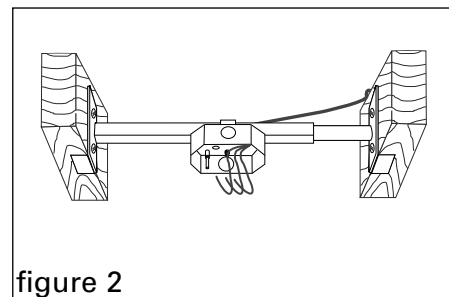

figure 2
2. Dévissez les contre-écrous qui brident la boîte électrique à la barre et faites glisser la boîte à l'emplacement désiré (tube extérieur de la barre seulement). Voir figure 2. Resserrez bien les contre-écrous. Tirez le fil à l'intérieur de la boîte à l'aide du serre-câble. **Ne pas trop serrer. Serrez manuellement seulement. N'UTILISEZ PAS D'OUTILS MÉCANIQUES POUR SERRER.**